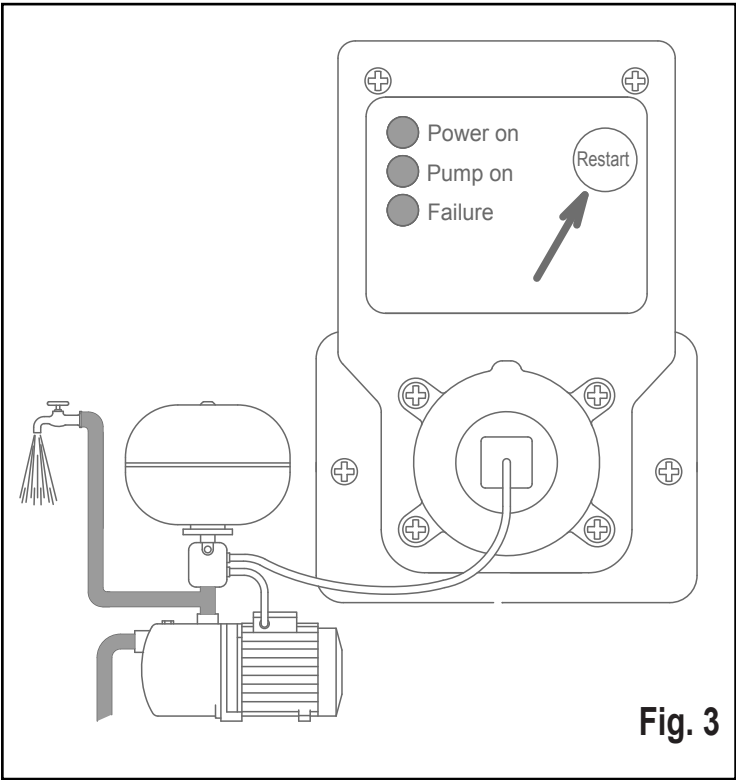

Fig. 3
- Press the red “Restart” button within 10 seconds after connecting the power supply cable. The green “Power on” Led will remain on, the yellow “Pump on” Led will light up and the red “Failure” Led will stop blinking and remain steady while the device acquires the motor data (Figure 3).
Le Témoin vert « Power on » reste allumé, le Témoin jaune « Pump on » s’allume, le Témoin rouge « Failure » passe d’intermittent à allumé fixe et l'appareil saisit les données du moteur (Fig. 3).
- Die grüne Led „Power on“ leuchtet weiterhin, die gelbe Led „Pump on“ leuchtet, die rote Led „Failure“ leuchtet durchgehend und das Gerät erfasst die Motordaten (Abb. 3).
El Led verde “Power on” queda encendido; el amarillo “Pump on” se enciende; el rojo “Failure” pasa de intermitente a encendido fijo y el aparato adquiere los datos del motor (fig. 3).